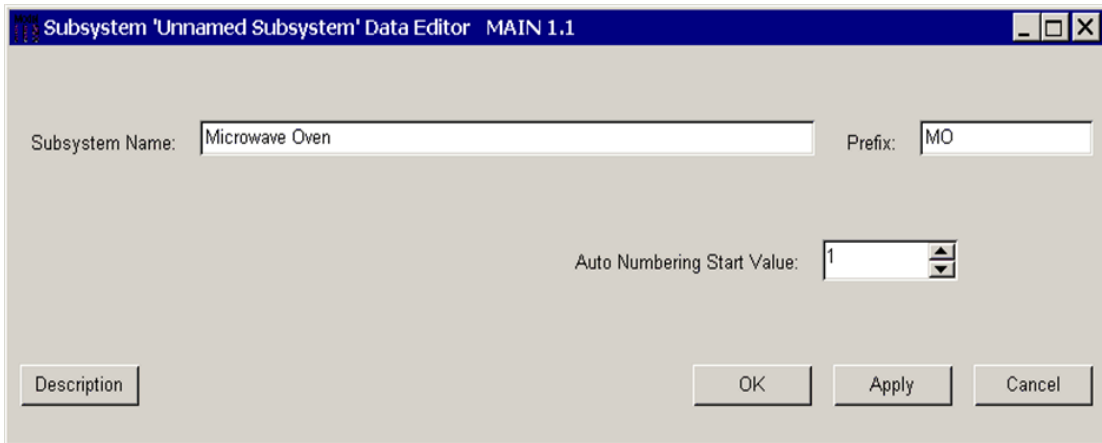

図 5-4: サブシステムデータエディタを使った Microwave Oven サブシステムの編集
- ☐ 図 5-4 に示すように、サブシステムの名前を "Microwave Oven" に変更します。
- ☐ 図 5-4 に示すように、Microwave Oven サブシステムの接頭辞を、[Prefix] ボックスに「MO」と入力して設定します。この接頭辞によって、異なるサブシステムにある同じ名前のクラスが区別されます。